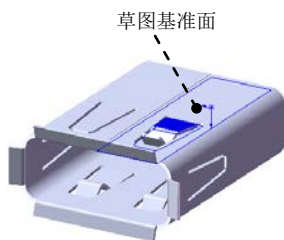
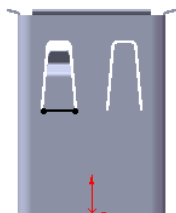

图 10.60 绘制的折弯 9
图 10.62 横断面草图
(4) 单击  按钮, 完成绘制的折弯 8 的创建。
Step19. 创建图 10.60 所示的钣金特征——绘制的折弯 9。
(1) 选择下拉菜单 **插入(I)** → **钣金(B)** →  **绘制的折弯(S)...** 命令。
(2) 定义横断面草图。选取图 10.60 所示的模型表面为草图基准面, 绘制图 10.62 所示的横断面草图。